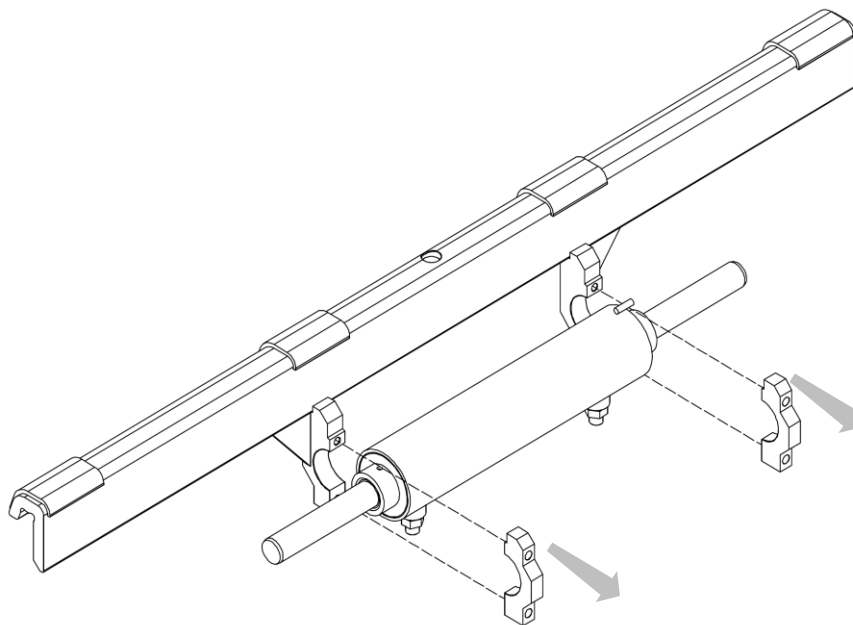

Figura 22
3. Togliere il semi-collare anteriore e sfilare il cilindro dalla sua sede (vedi *Figura 22*).